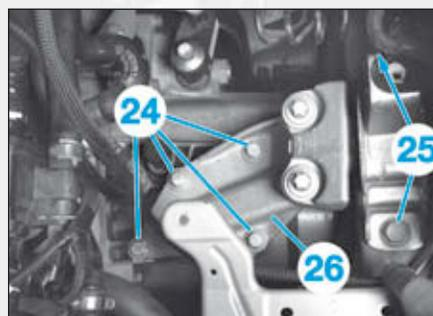

FIG.11
- les vis (24) et (25) (Fig.11),
- le support de la boîte de vitesses (26).